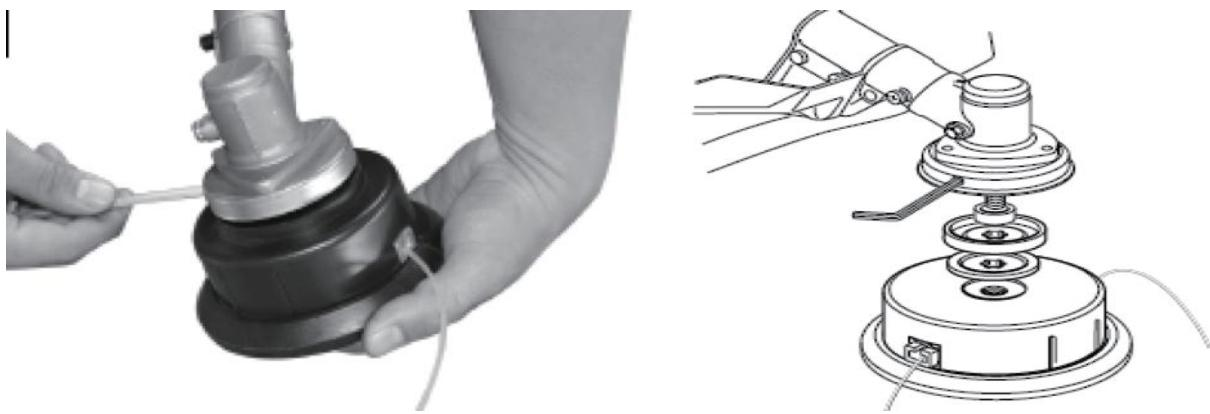

Fig.8
**Desserrez la tête de coupe en nylon. (Fig. 8)**